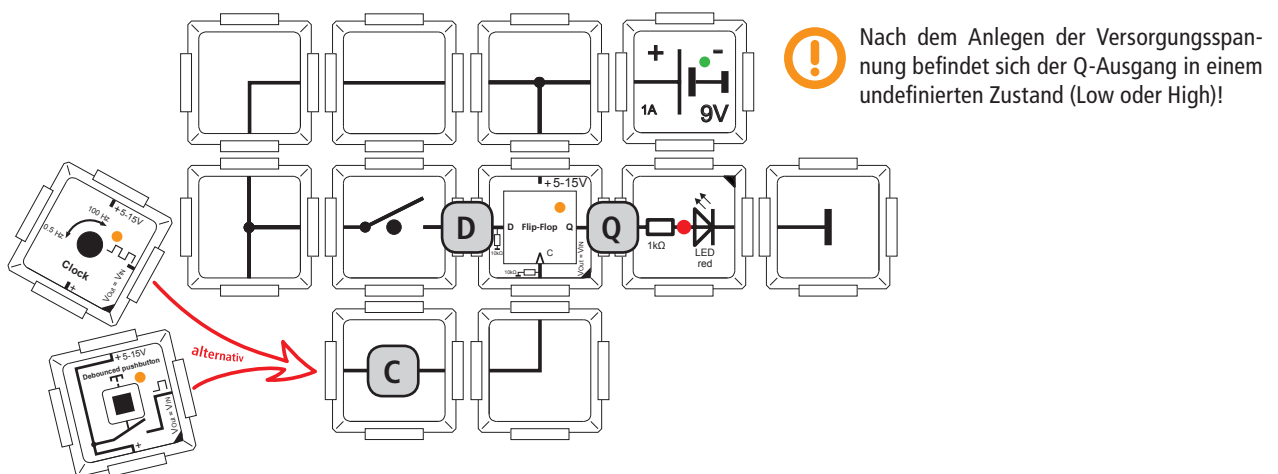
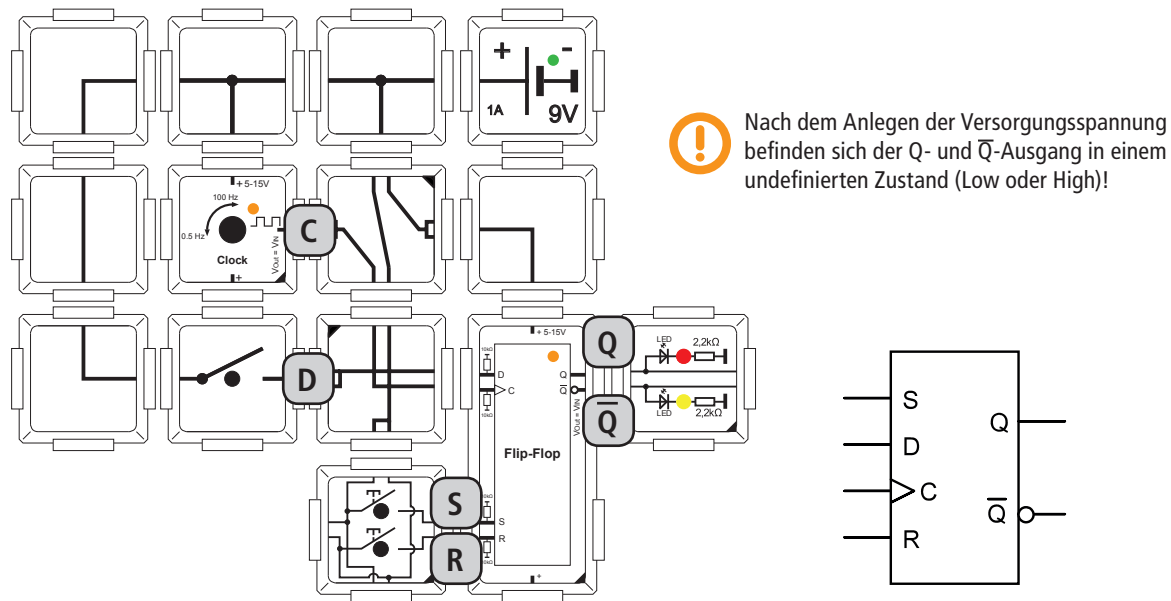

Abb. 38: Brick-Schaltung mit Standard D-Flipflop
Abb. 39: Brick-Schaltung mit D-Flipflop und asynchronem Set- und Reset-Eingang (links), Schaltzeichen für verwendetes D-Flipflop (rechts)
*Beachte, dass beim Standard-D-Flipflop-Brick (siehe Abb. 38), der \bar{Q} -Ausgang nicht herausgeführt ist. Im Vergleich dazu, stehen bei dem in Abb. 39 verwendeten D-Flipflop, neben den beiden Ausgängen Q und \bar{Q} auch die asynchronen Setz (S)- und Rücksetz (R)-Eingänge zur Verfügung!